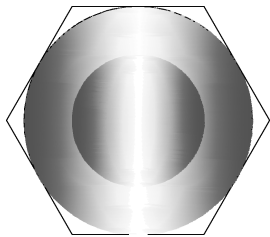

图 3-67 螺帽渐变色填充
5) 选定颜色后，单击“确定”按钮返回“图案填充和渐变色”对话框，单击“添加拾取点”按钮，在需要填充的螺帽轮廓内部单击，以选择所需填充的区域，结果如图 3-67 所示。